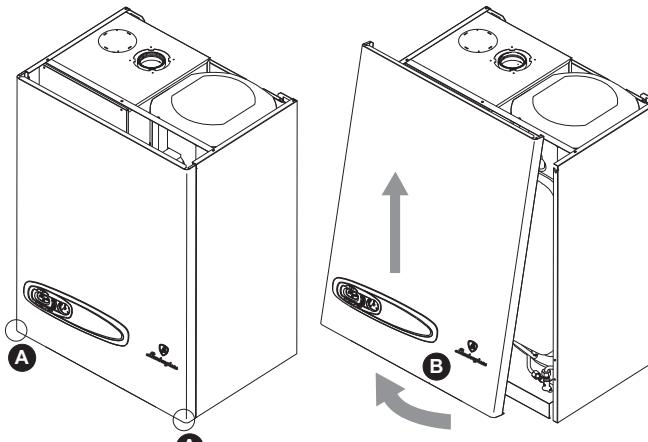

рис. 24 - Открытие передней панели
- Отвинтите винты "A" (см. рис. 24)